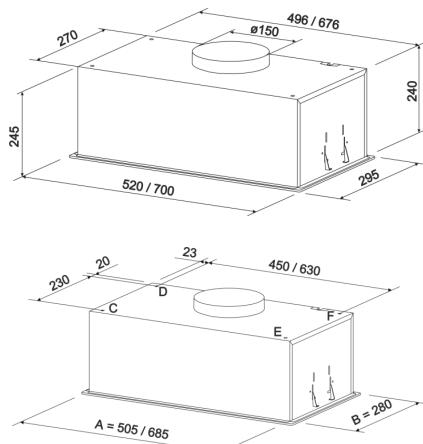
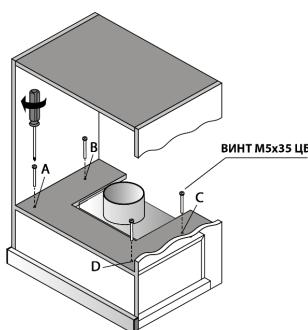

Рис.4
Рис. 5.1
6.4 С учетом установленной высоты и условием прилегания вытяжки до дна нижней полки навесной мебельного шкафа по ранее изготовленному бумажному шаблону разметьте и вырежьте прямоугольное отверстие согласно габарита AxB (рис.4) встроенной части вытяжки.
6.6.1 Изготовьте бумажный шаблон с координатами отверстий CDEF (рис.4), приложите шаблон к полки мебельного гарнитура (рис. 5.1).